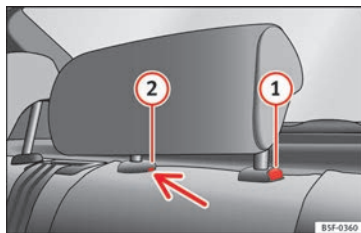

Fig. 153 Poggiatesta per il sedile posteriore centrale: punto di sblocco.
- Per regolare il poggiatesta ad un'altezza inferiore, premere il tasto  » **fig. 153** e farlo scorrere verso il basso.